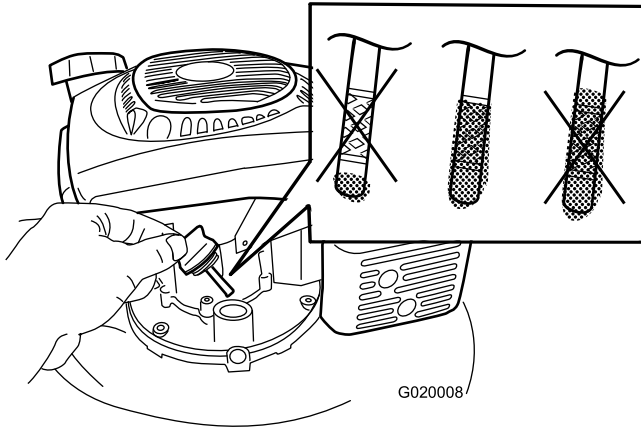

Figure 5
1. Retirez la jauge (Figure 5).
2. Versez de l'huile **lentement** dans le goulot de remplissage pour faire monter le niveau jusqu'au repère du plein (Full) sur la jauge (Figure 5). **Ne remplissez pas excessivement.** (Remplissage max. : 0,65 l (22 oz), type : huile détergente SAE 30 de classe de service API SJ, SL ou supérieure.)
**Remarque:** Chaque fois que vous vérifiez le niveau d'huile, sortez la jauge et essuyez-la sur un chiffon propre, remettez-la dans le goulot de remplissage (**sans** la visser), puis ressortez-la et vérifiez le niveau (Figure 5).